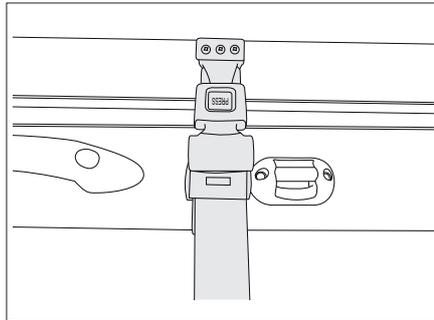

Bild 139 Sicherheitsgurt
- Den Sicherheitsgurt (Bild 139) lösen.
- Den Sicherheitsgurt (Bild 139) anbringen.